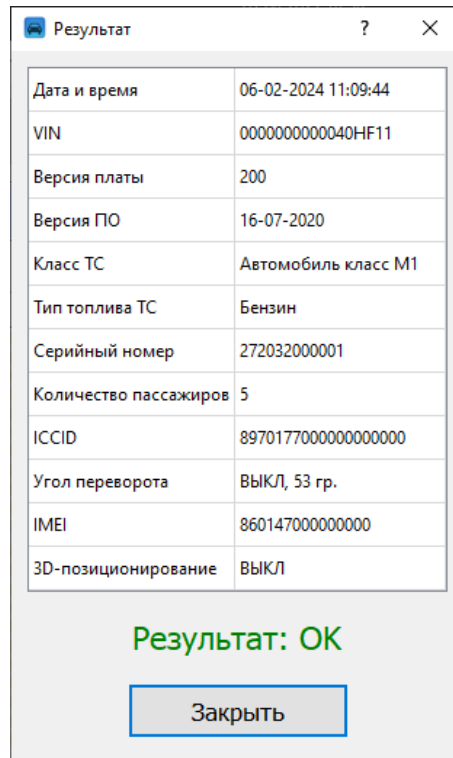

Рисунок 8 – Окно «Результат» при считывании параметров
- дождаться завершения считывания параметров и отображения окна программы «Результат» (Рисунок 8);